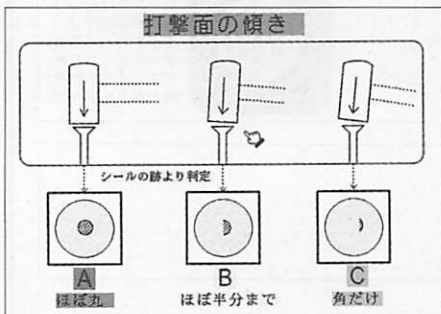

図3 打撃面の傾き
さらに、②の打撃面の傾きチェックでは、くぎの頭が平らな形状である鉄丸くぎを使用することで、げんのうにはったアルミシールにくぎ頭部がどのような傾きで当たるかがよくわかる。図3のように、半月状や